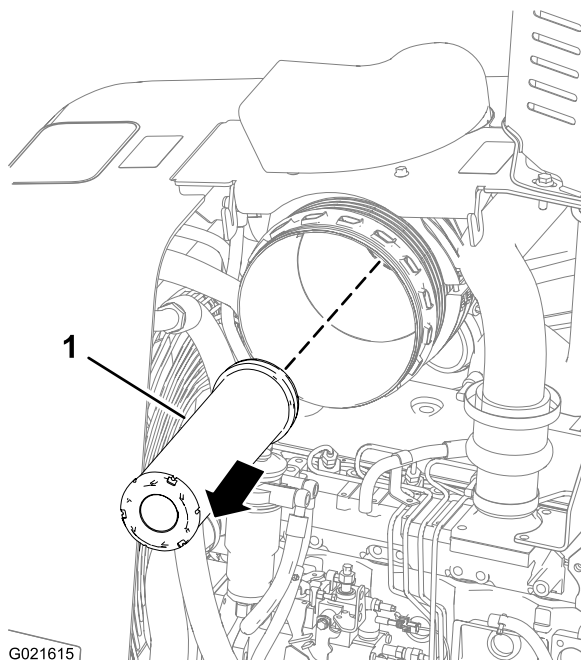

Figura 49
Tirate verso l'esterno l'elemento secondario del filtro dell'aria ed estraetelo dal suo alloggiamento (Figura 49).
4. Inserite il nuovo elemento secondario del filtro dell'aria all'interno dell'alloggiamento del filtro (Figura 49).